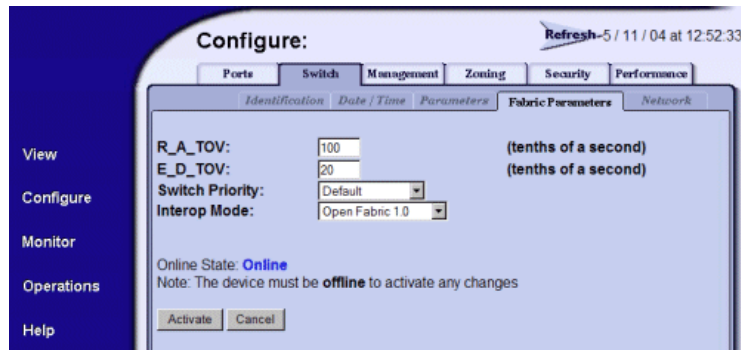

Figure 42: Switch page—Fabric parameters tab
4. Set the fabric parameters (Figure 42):.